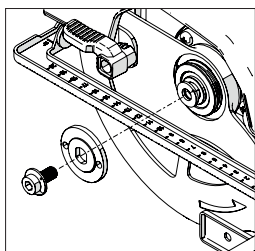

Рис. 4
- С помощью торцевого ключа ослабьте и выньте удерживающий шпиндель винт с углублением под шестигранный ключ, снимите соответствующие крепежные детали и внешний фланец привода диска. (Рис. 4)